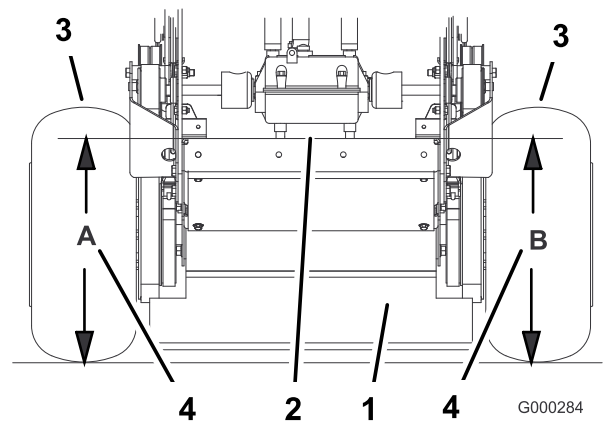

**Figure 60**
3. Placez une longue planche, ou autre objet similaire parfaitement droit en haut du plancher moteur, comme illustré à la Figure 60.
4. Au niveau du tube transversal du bâti porteur, mesurez la hauteur au point A (Figure 60). Elle doit être égale à 33 mm (1-5/16 po)  $\pm$  6 mm (1/4 po).
6. Desserrez les boulons de montage du bâti porteur de chaque côté de la machine (Figure 60).
- Alignez le bâti porteur et le plancher moteur à la même hauteur qu'au point **A**, c.-à-d. 33 mm (1-5/16 po)  $\pm$  6 mm (1/4 po) (Figure 60).